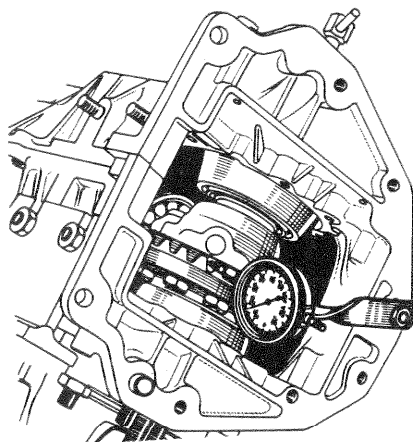

Fig. 67. — Vérification du jeu de la denture à l'aide d'un comparateur
- Continuer à agir sur les vis (3) pour rapprocher les cuvettes des roulements.
- Mettre la touche du comparateur en contact avec une dent de la couronne (fig. 67).
- Continuer à agir sur les vis (3) jusqu'à obtenir un jeu de denture compris entre 0,12 et 0,25 mm.